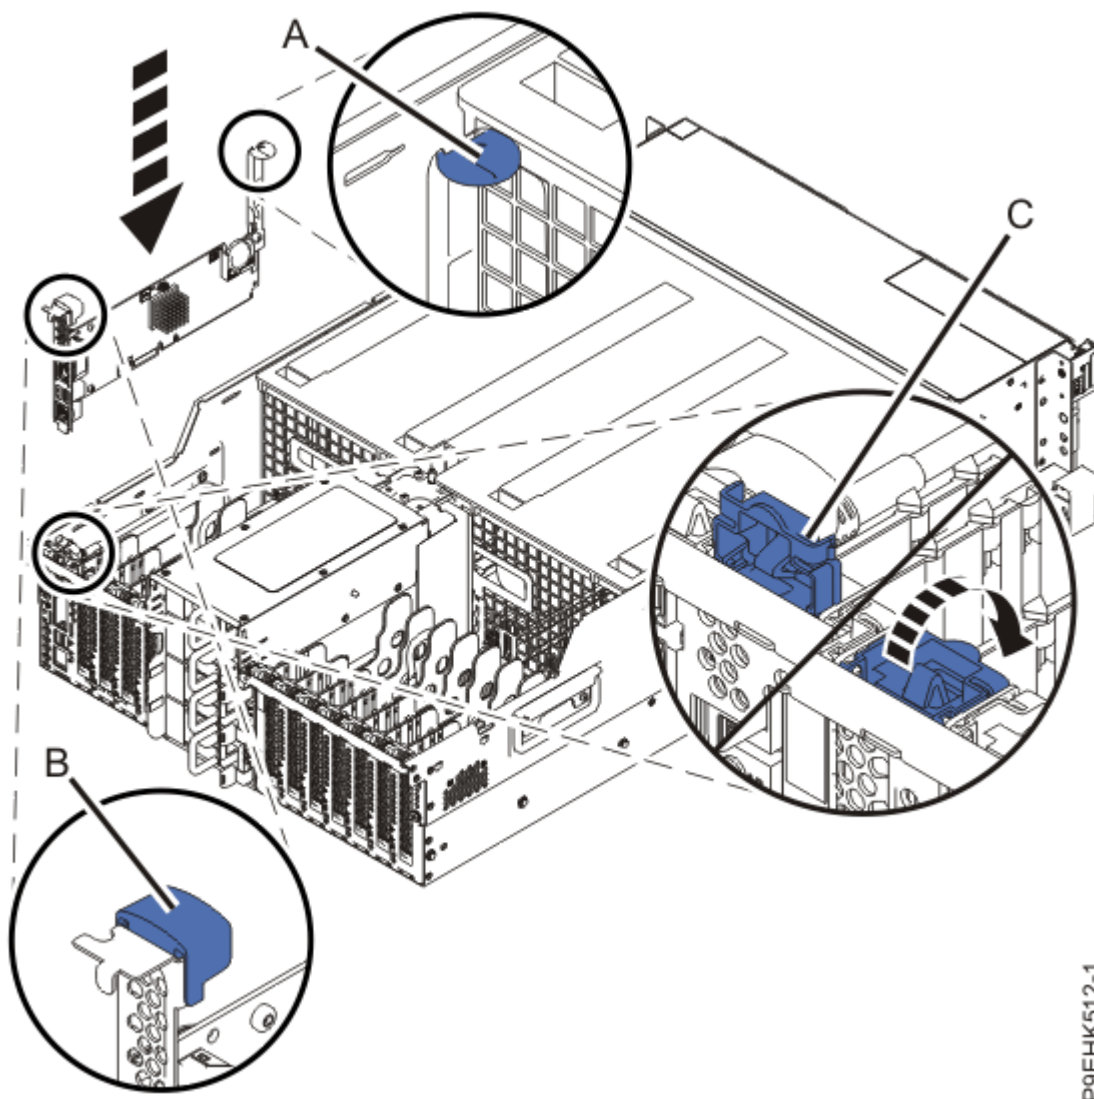

Figura 12. Instalar a placa do processador de serviço na ranhura P1-C1
- a) Alinhe a placa do processador de serviço na localização de PCIe e empurre a placa do processador de serviço para baixo na ranhura ao utilizar os dois suportes **(A)** e **(B)**, conforme apresentado na Figura 12 na página 15.